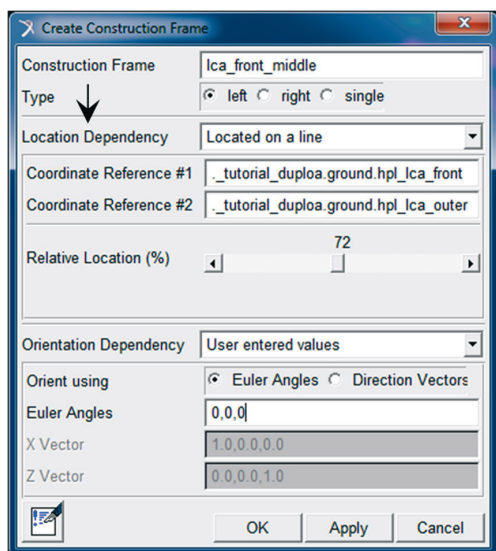

Figura 5.31 – Janela de construção do Construction Frame lca\_front\_middle.
- A janela *Create Construction Frame* será aberta e os campos deverão ser preenchidos conforme ilustrado na Figura 5.31. Note que este *Construction Frame* será construído entre os seguintes *Hardpoints*: *hpl\_lca\_front* e *hpl\_lca\_outer*.
Repare que a janela *Location Dependency* (assinalada na Figura 5.31), se acionada na seta lateral direita, fornece seis opções de localização. Selecione *Located on a line*, o que solicita ao usuário a entrada de duas coordenadas de referência (*Coordinate Reference #1* e *Coordinate Reference #2*).